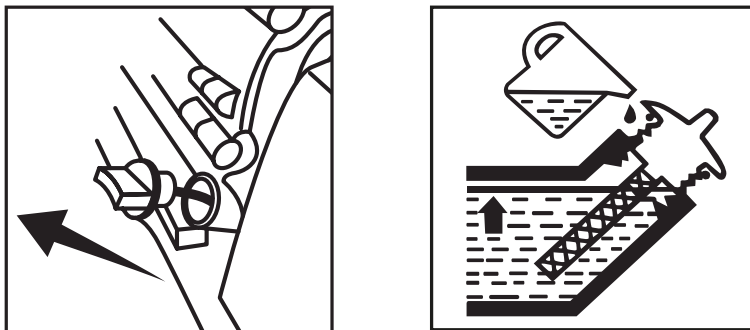

Рис. 10
- Отверните крышку маслосливной горловины (рис. 10) из картера двигателя, достаньте шуп.
- Если уровень масла меньше нижней линии (L) на шупе, долейте масло до верхней линии (H) в картер двигателя через маслосливную горловину.